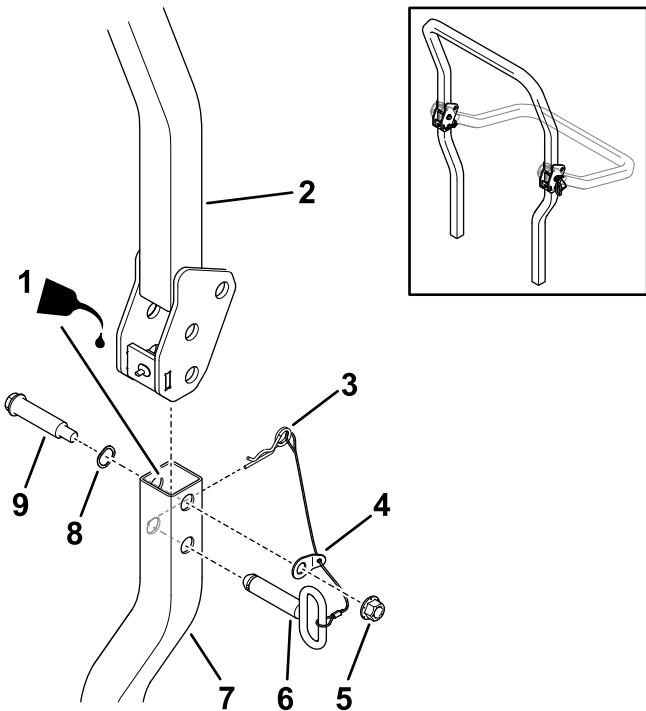

Figure 12
| 5. Huilez légèrement les surfaces intérieures des tubes inférieurs de l'arceau de sécurité (Figure 12). | |
| 6. Fixez légèrement la partie supérieure de l'arceau de sécurité à la partie inférieure à l'aide de 2 boulons à épaulement, 2 rondelles ondulées, 2 rondelles à languette fixées aux cordons et 2 contre-écrous ($\frac{1}{2}$ '), comme montré à la Figure 12. | |
8. Redressez la partie supérieure de l'arceau de sécurité, installez les goupilles de verrouillage (les poignées ovales doivent être à l'extérieur de la machine), et fixez-les en place de chaque côté avec des goupilles fendues (Figure 12).